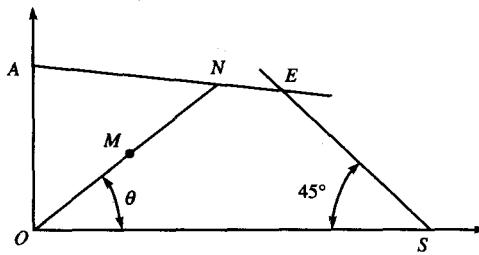

图 1-2-2 题 2A05 图 (二)
(9) 如图 1-2-2 所示极限应力图中, M 为工作应力点, 应力循环特性 $r = \text{常数}$, ON 线与横坐标轴间夹角 $\theta = 40^\circ$, 则该零所受的应力类型为____。